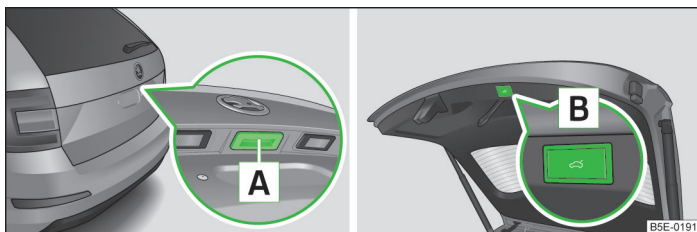

Fig. 21 Operarea capotei
- Cu tasta din mânerul **A** de la partea exterioară a capotei » fig. 21.
- Cu tasta **B** de la partea interioară a capotei » fig. 21.
- Apăsați și mențineți apăsată tasta **B** » fig. 21 la pagina 47 pentru mai mult de 3 secunde.